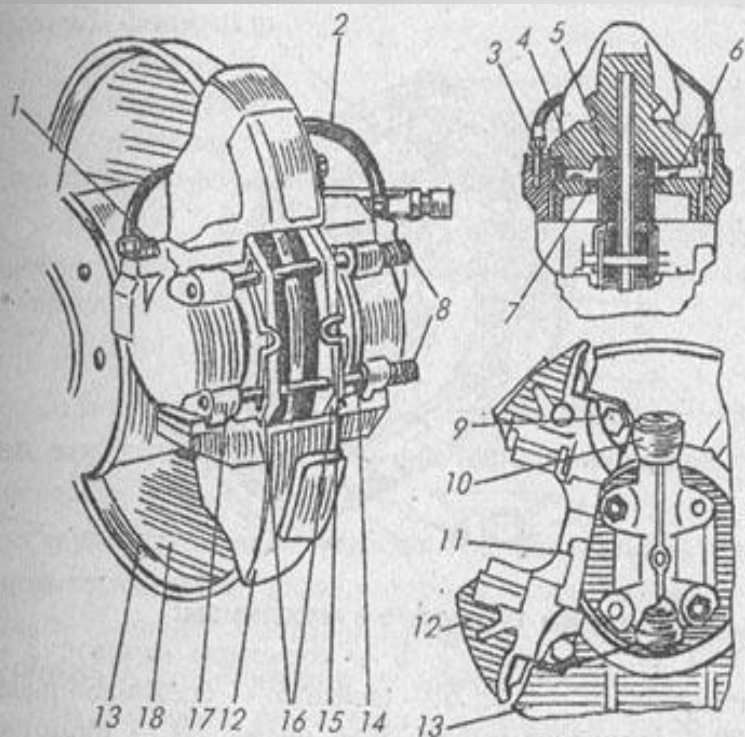

Рис. 63. Передний тормозной механизм:
- вынимают пальцы 8 (рис. 63) с пружинами, снимают пружины 15 и тормозные колодки 16;